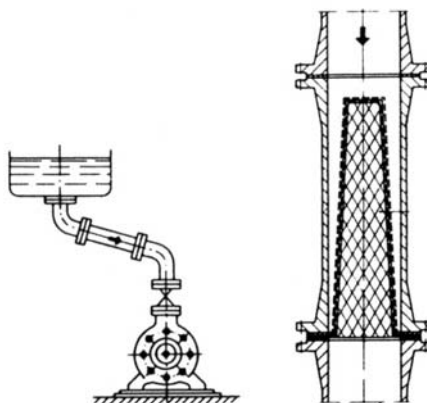

Figura 13 – Sucção positiva com filtro tipo chapéu
- p) As tubulações e o tanque de sucção devem ser submetidos a uma criteriosa lavagem antes da instalação ser posta pela primeira vez em funcionamento. Ocorre entretanto que pingos de solda carepas e outras impurezas desprendam-se muitas vezes somente após algum tempo, principalmente quando do bombeamento de líquidos quentes. Para proteger a bomba deve ser sempre previsto a instalação de um filtro na sucção tipo chapéu como mostra a Figura 13. Este filtro deve ser feito em aço inoxidável com malha de tela de no máximo 0,5mm e espessura de arame da tela de 0,25mm. Após algumas semanas de funcionamento e não havendo mais impurezas, o filtro deverá ser removido.